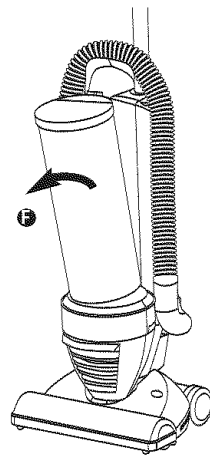

FIG. 11
Step 2: Pull the dust cup **2** away from the main housing (FIG. 11).
Paso 2: Jale el recipiente para polvo **2** en dirección contraria al armazón principal (FIG. 11).